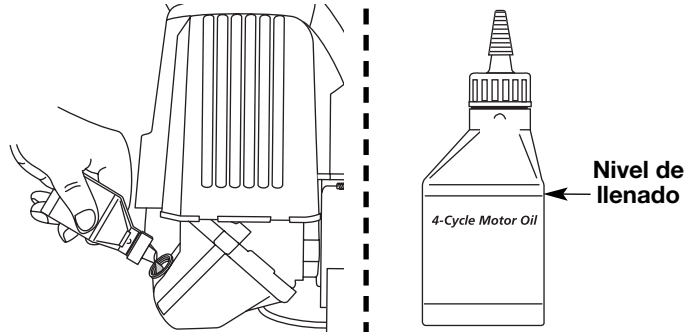
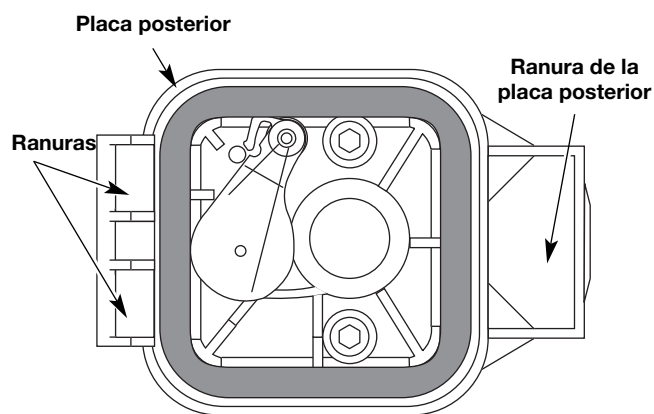

Figure 29
Figure 34
NOTA: Use la botella y la boquilla que guardó del uso inicial para medir la cantidad correcta. El nivel de 3.4 onzas (100 ml.) está aproximadamente en la parte superior de la etiqueta de la botella (Fig. 34). Mida el nivel con la varilla de medición. Si el nivel está bajo, agregue una pequeña cantidad de aceite y vuelva a medir (Fig. 29). No lo llene demasiado.
6. Vuelva a colocar el filtro (Fig. 34).
7. Vuelva a instalar la cubierta del filtro de aire. Coloque los ganchos del lado izquierdo de la cubierta del filtro de aire en las ranuras del lado izquierdo de la placa posterior (Fig. 34).